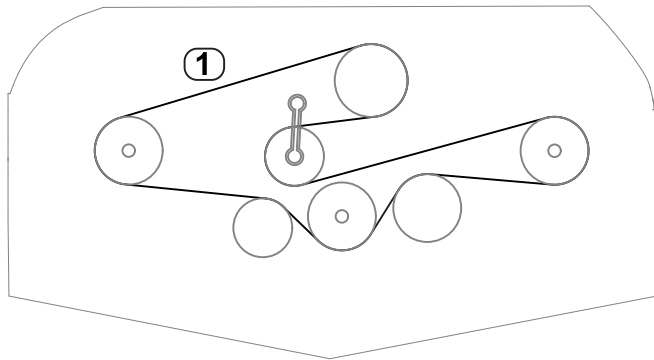

图 29
5. 如图 29 所示使用扭矩扳手或类似工具固定怠轮皮带轮将新皮带绕到锭轴皮带轮和怠轮皮带轮总成上。